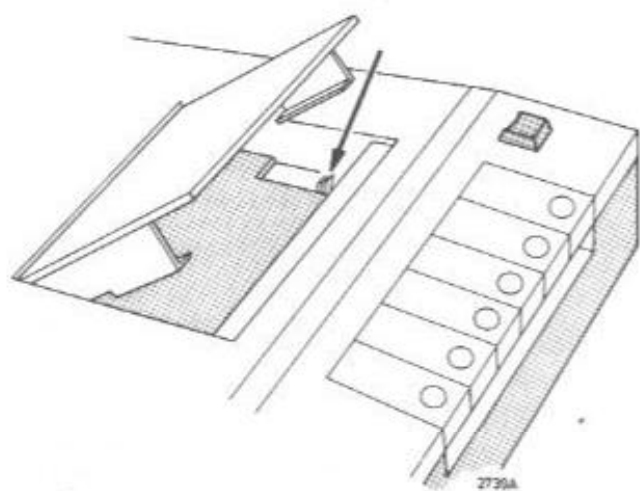

Fig. 13
- Wanneer het apparaat bij het in stand "pauze" schakelen spontaan uitschakelt, dan wordt vermoedelijk schakelaar SK6 niet kortgesloten. Instellen door de contactveren van SK6 te verbuigen. (Hiervoor behoeft het apparaat niet te worden uitgekast, zie fig.13).